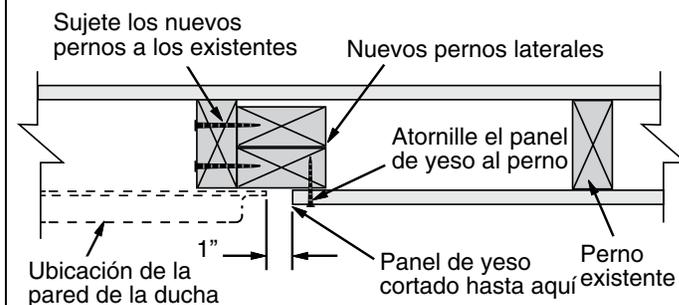

Figura 3
- 2 Instale los pernos para proveer soporte a la unión entre la brida y el panel de yeso (Figura 3)